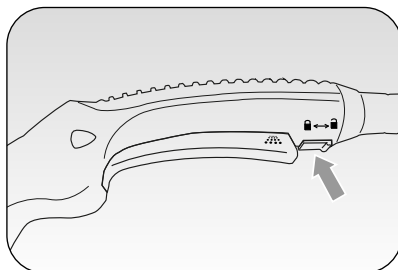

Fig. 4
Afin d'éviter le démarrage accidentel de la distribution de vapeur, il faut déplacer le curseur de blocage/déblocage vapeur (B) du bas vers le haut (🔒); pour débloquent, déplacer le curseur (B) du haut vers le bas (🔓) (Fig. 4).